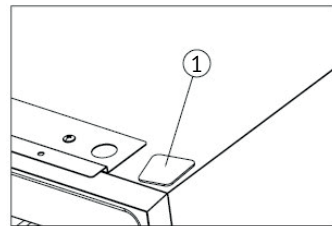

Bild 4
➔ Installieren Sie den Stecker auf der anderen Seite ① (Bild 4).